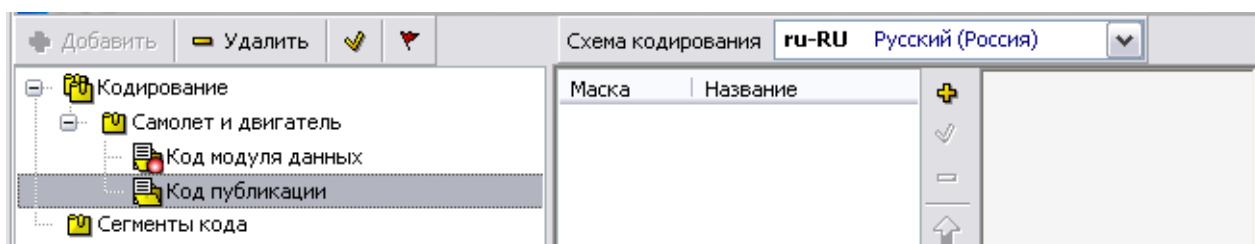

Рис. 2.8
5. Создайте еще один вариант схемы кодирования – «Код публикации» (Рис. 2.8).
Первый созданный вариант схемы кодирования становится схемой кодирования по умолчанию. Схема кодирования по умолчанию помечается значком  (Рис. 2.8).